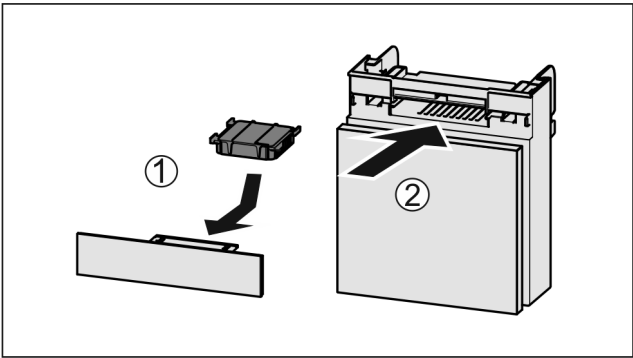

Fig. 178
- 按图装入 Fig. 178 (1) 活性炭过滤器。
- 推入 Fig. 178 (2) 抽屉。